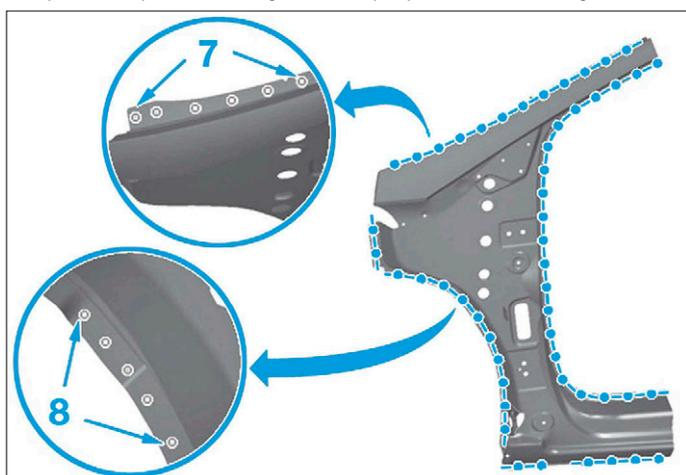

FIG. 48
- Tracer en (7) et (8) puis percer avec un foret Ø 6,5 mm (ou 8 mm pour les fortes épaisseurs) pour un soudage ultérieur par points bouchons (Fig.48).